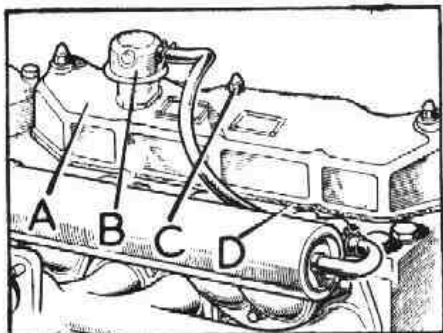

Fig. A1-52 Desmontaje de la tapa de balancines
- 2.1. Desmontar la tapa de balancines y su junta (Fig. A1-52).
- 1.2. Desmontar la tapa de balancines (Fig. A1-52).
- 1.6. Montar la tapa de balancines (Fig. A1-52). El purificador de aire (Tarea A1-1) y el capó (Tarea Q-1).
- 1.2. Quitar la tapa de balancines (Fig. A1-52).
2.6. Montar la tapa de balancines (Fig. A1-52). Instalar el purificador de aire (Tarea A1-1) y montar el capó (Tarea Q-1).